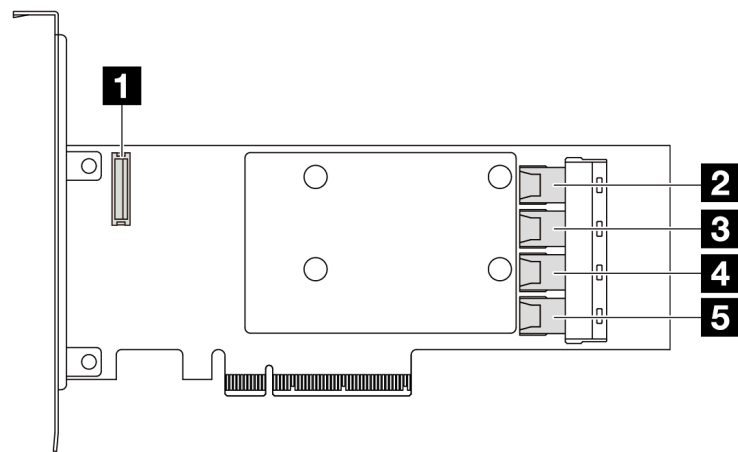

Abbildung 317. Ein Gen 3 16i SFF RAID/HBA-Adapter (vier Anschlüsse)
- Abbildung 317 „Ein Gen 3 16i SFF RAID-Adapter \(vier Anschlüsse\)“ auf Seite 364